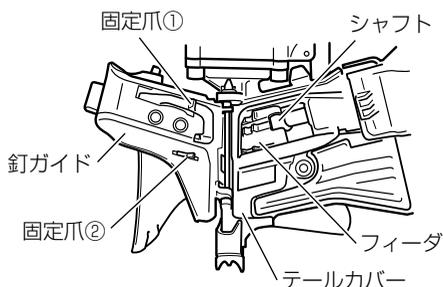

図 31
- 図 31 のように釘ガイドを開いて、付着しているごみやほこりを掃除し、特にフィーダの摺動する溝とシャフト部には付属の油を注油してください。